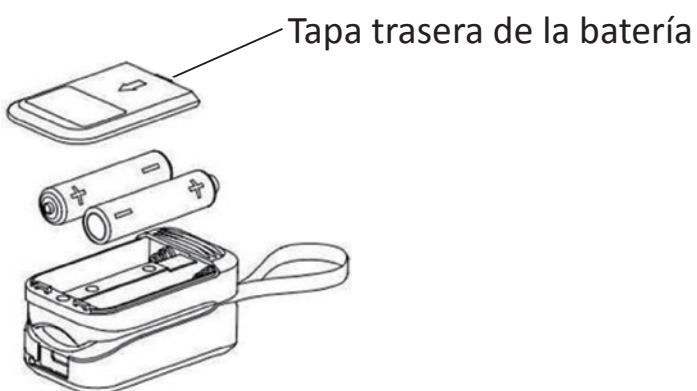

Figura 5: Instalación de las baterías
3. Inserte dos pilas de tamaño "AAA", asegurándose de que los polos positivo y los polos negativos están correctamente orientados en el compartimento de la batería como se muestra en la figura 5.